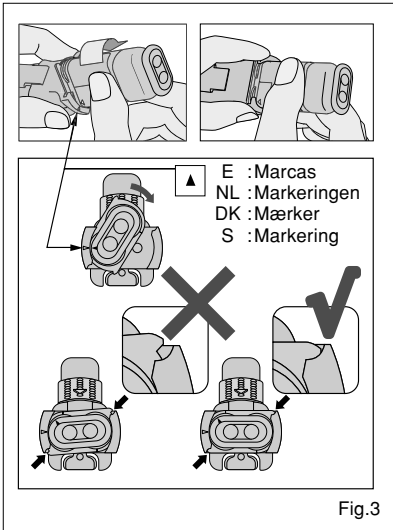

Fig.3
2. Chargement de la cartouche de pâtes (Fig.3)
2. Caricamento della cartuccia Paste Pak (Fig.3)
2. Cargar del cartucho Paste Pak. (Fig.3)
2. Het plaatsen van de Paste Pak cartridge (Fig.3)